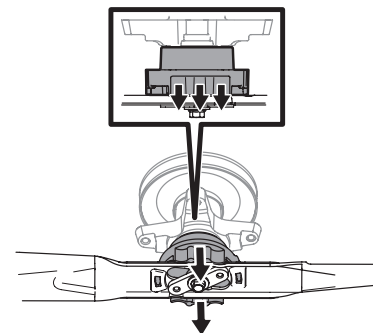

Figura 6
6. Cuando la cuchilla esté correctamente trabajada en su lugar, se escuchará un clic. Consulte la Figura 6.